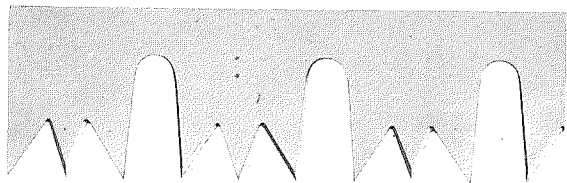

Fig. 18.
b. *Sponskraptanning* hvor tannen dels har en skjær-ende, dels en støtende eller skrapende side. Den skjær-ende side skjærer av trefibrene, den støtende side på den etterfølgende tann bryter sagsponet løs og fører det bort (f. eks. M-tannede stokksager) fig. 18 og 19.